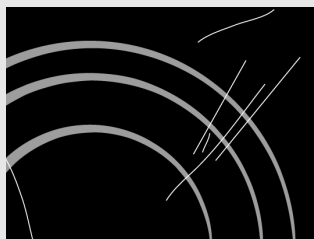

рис. 1
Очищайте **стеклокерамическую поверхность** каждый раз после ее использования (**ждитесь, пока она остынет!**), иначе даже малейшие загрязнения при следующем использовании будут пригорать к нагретой поверхности. **Каждый раз перед использованием** протирайте со стеклокерамической поверхности и дна посуды пыль и грязь, которые могут поцарапать поверхность (рис. 1).
- ⚠ **Для очистки варочной поверхности нельзя использовать агрессивные чистящие спреи и неподходящие жидкие чистящие средства (рис. 1 и 2).**